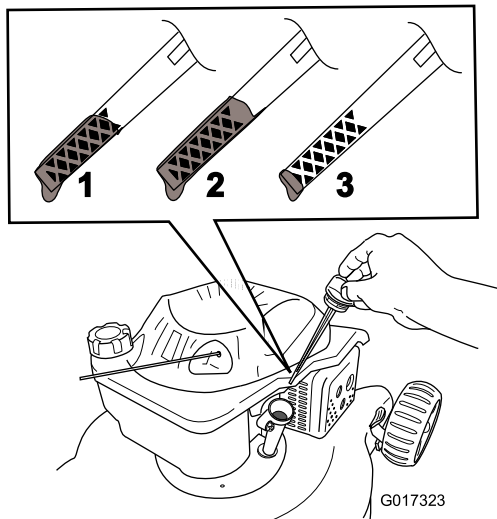

Figura 9
2. Retire la varilla (Figura 9).
5. Retire la varilla y observe el nivel de aceite; consulte Figura 9.